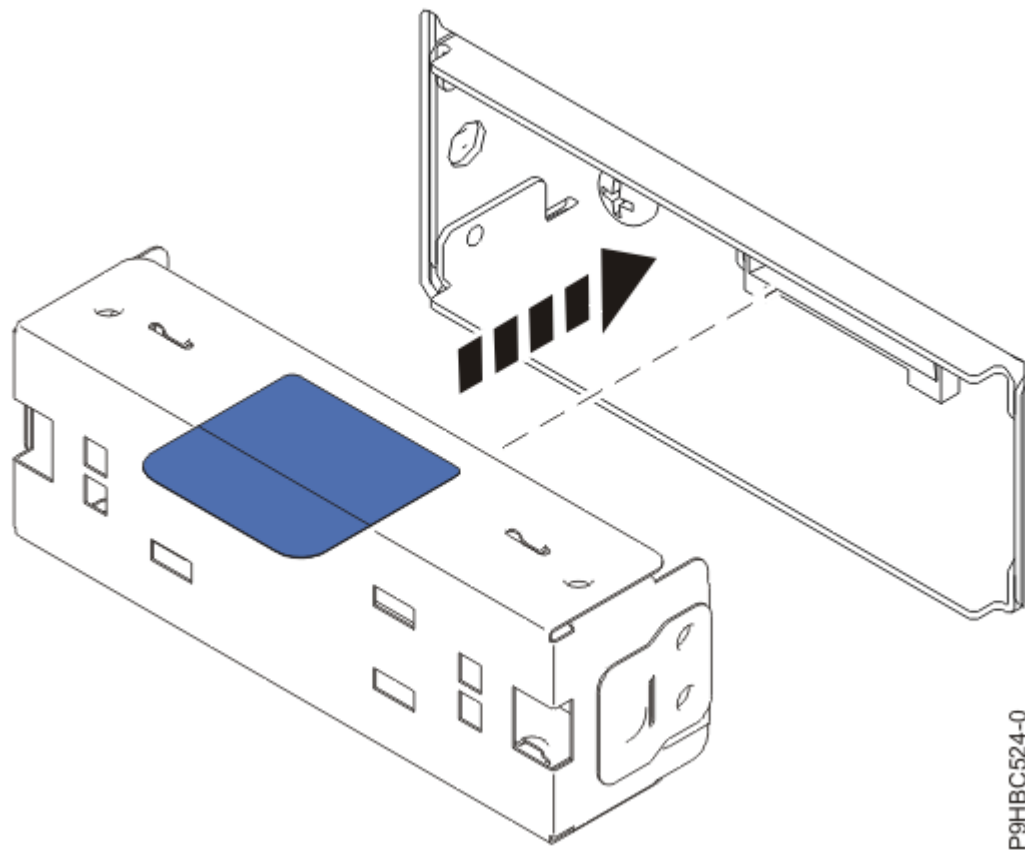

Figure 21. Insertion du panneau d'obturation d'écran
3. Si vous déplacez un écran de panneau de commande vers un autre système, remplacez cet écran par un panneau d'obturation, comme illustré à la Figure 21, à la page 23.